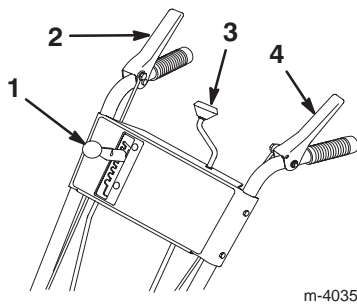

Figure 7
2. Placez le levier de changement de vitesse (Fig. 7) sur le panneau de commande en position  $R_2$  (marche arrière).